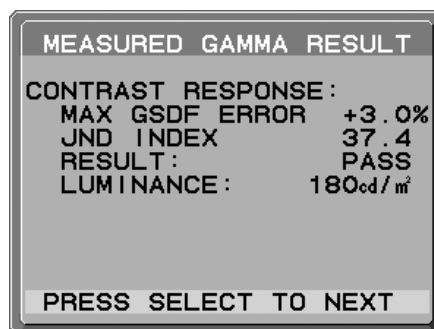

Рисунок D.2
4. Появится сообщение GAMMA MEASURED RESULT (РЕЗУЛЬТАТ ИЗМЕРЕНИЯ ГАММЫ) (**Рисунок D.2**). С помощью клавиш можно параметры DATE (ДАТА) и TIME (ВРЕМЯ). Затем нажмите кнопку SELECT (ВЫБОР).